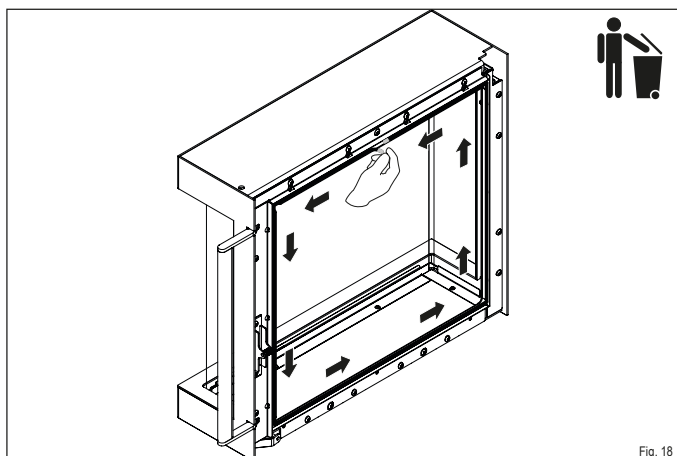

Fig. 18
- **Retirez l'ancien joint du guide à partir de l'une de ses extrémités et jetez-le à la poubelle (Fig. 18).**